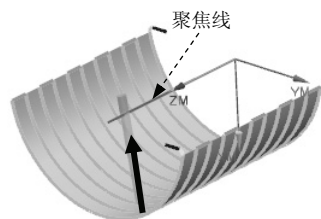

图 5.4.12 “朝向直线”刀轴矢量（一）
- **朝向直线**：选择此选项后，系统弹出“直线定义”对话框，可以通过此对话框创建一条直线，刀轴矢量沿着聚焦线运动并与该聚焦线保持垂直，矢量方向指向聚焦线并指向刀具夹持器，如图 5.4.12 和图 5.4.13 所示。参考文件路径为：D:\ugnx90.9\work\ch05.04\line_from.prt。